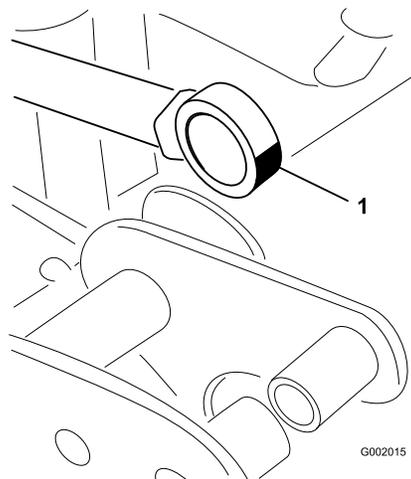

Рисунок 65
5. Приведите в движение конец, где расположен подшипник штока привода, и заправьте подшипник консистентной смазкой (Рисунок 65).